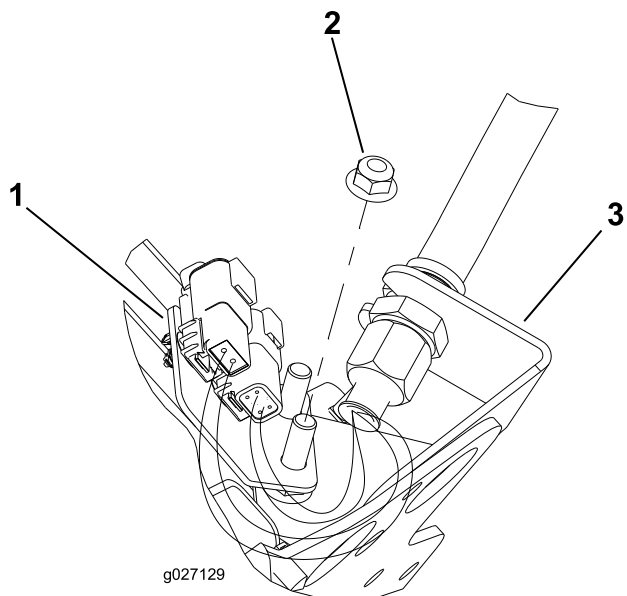
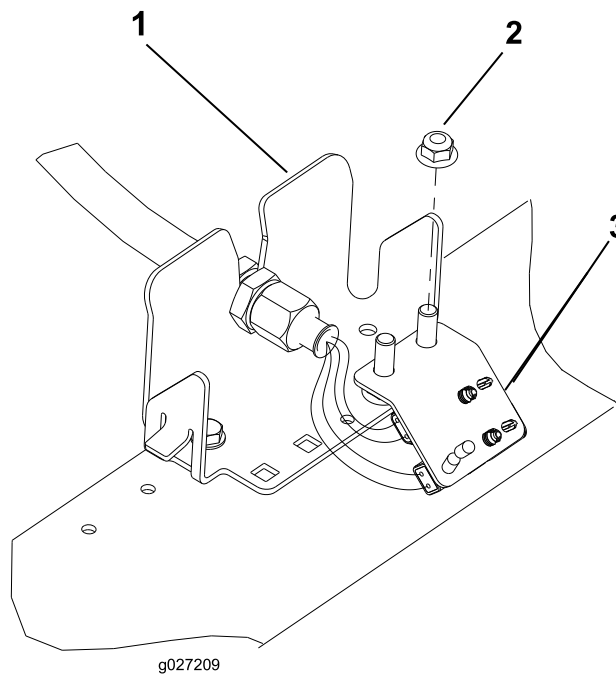

図 12
図 15
6. 残りのバルクヘッド4個についても同じ作業を行う。 図 12 図 15 を参照。